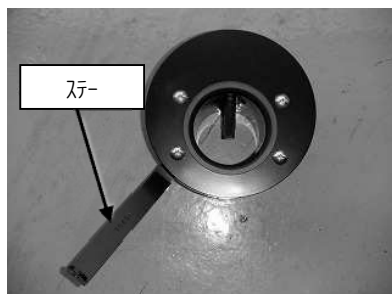

図 8
②図 8、9、10 を参考にエアフロアダプター、アダプター、整流プレート、ステー、カラーを、ボタンボルト M6×20 と M6×50、ナットを使用して組み立てます。